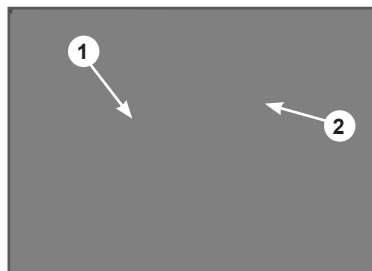

Рис. 3 Установка высоты рабочей рукоятки
4. Установите требуемую высоту рукоятки при помощи зубчатого основания рукоятки 1 (Рис. 3). Для этого отверните рычаг эксцентрикового фиксатора 2, отсоедините основание 1 от корпуса газонокосилки и установите его в требуемое положение, затем верните рычаг 2 (Рис. 3). Повторите действия со вторым основанием рукоятки.